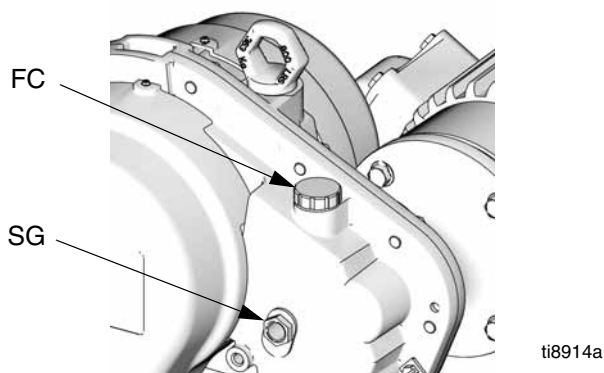

FIG. 5: Riempimento olio
Aprire il cappuccio di riempimento (FC) e riempire il serbatoio dell'olio del riduttore a ingranaggi con 1,9 litri (2 quarti) di Olio Graco 288414 (dodici bottiglie da 1 quarto). Controllare il livello dell'olio nella spia visiva (SG) sulla carcassa del riduttore a ingranaggi. Non riempire troppo. Vedere FIG. 5.